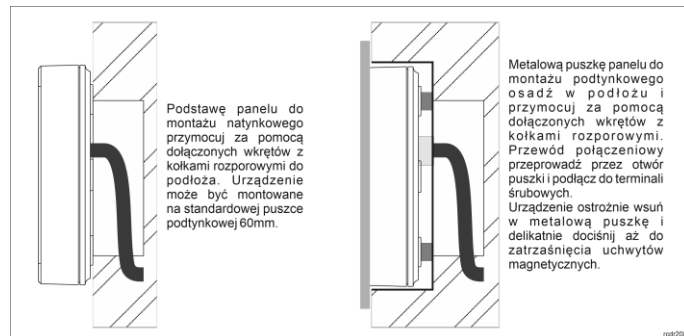

Rys. 2 Podłączenie panelu do interfejsu w celu aktualizacji oprogramowania
1. Podłącz urządzenie do interfejsu RUD-1 zgodnie z rys. 2, a interfejs RUD-1 do portu USB komputera.